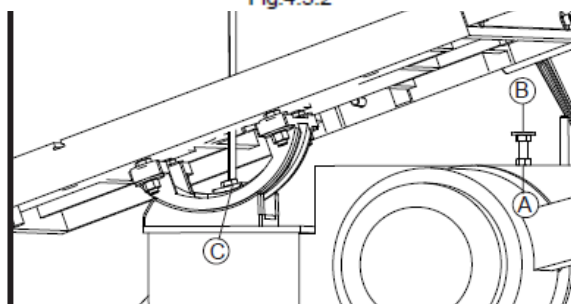

Fig.4.6
- Uvolněte šroub (**C**) Fig. 4.6 a nastavte stůl do požadované polohy.